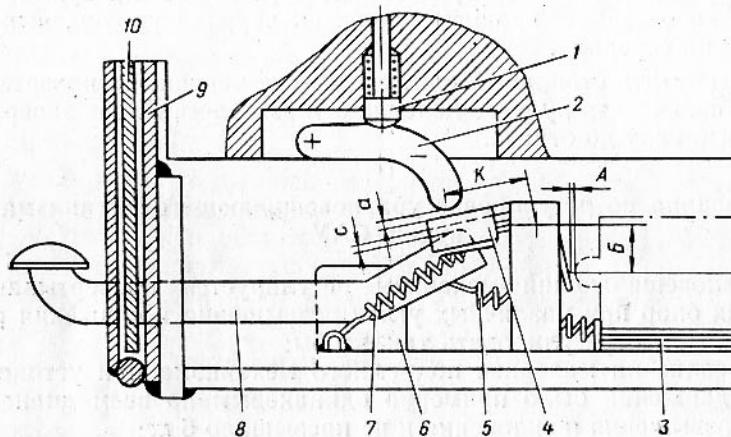

Рис. 75. Спусковой механизм пушки самоходно-артиллерийской установки СУ-100:
1. Рычаг 8 (рис. 75) с кнопкой, нажим 4 и рычаг 2 с толкателем 1 должны свободно вращаться на оси без заедания.